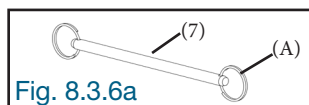
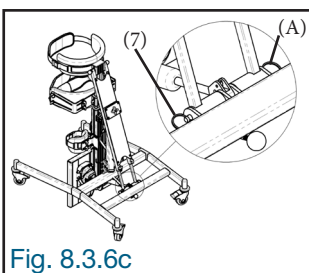
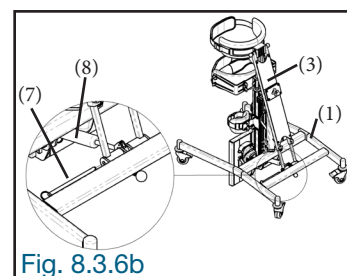

Fig. 8.3.6a
Fig. 8.3.6c
Fig. 8.3.6b
8.3.6 Retirer l'anneau de sécurité (A) sur une extrémité de la goupille à double verrou (7) (Fig. 8.3.6a). Insérer la goupille à double verrou (7) afin de fixer le stabilisateur (3) et le vérin (8) ensemble à la base (1) (Fig. 8.3.6b). Réinsérer l'anneau de sécurité (A) retiré précédemment, à l'autre extrémité de la goupille à double verrou (7) (Fig. 8.3.6c).